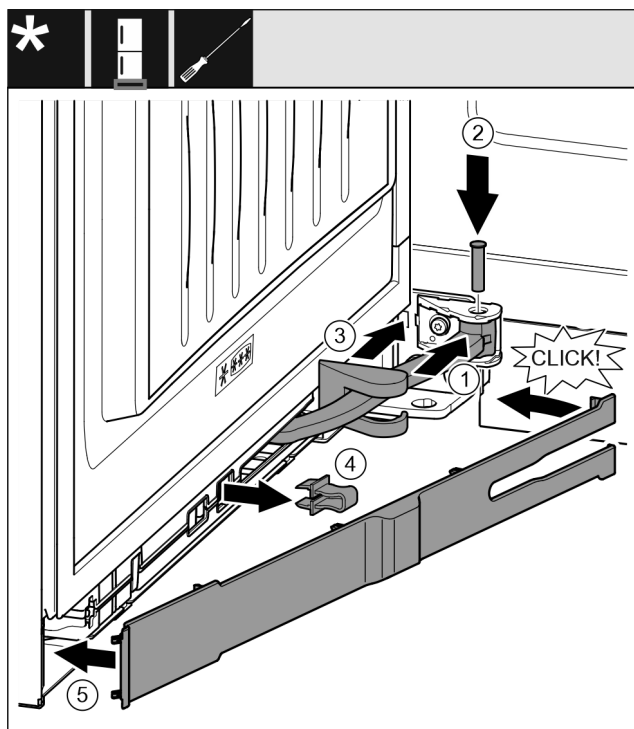

Fig. 69
- ▶ Ruotare il giunto Fig. 69 (1) nella sospensione.
- ▶ Con un cacciavite Fig. 69 (2) inserire i perni nella sospensione e nel giunto. Assicurarsi che la camma di arresto sia posizionata correttamente nella scanalatura.
- ▶ Spostare la copertura del blocco di supporto Fig. 69 (3) lungo il giunto e montarla sulla sospensione.
- ▶ Rimuovere il fusibile Fig. 69 (4).
- ▶ Applicare la maschera Fig. 69 (5) dal lato della maniglia e ruotarla verso l'interno.